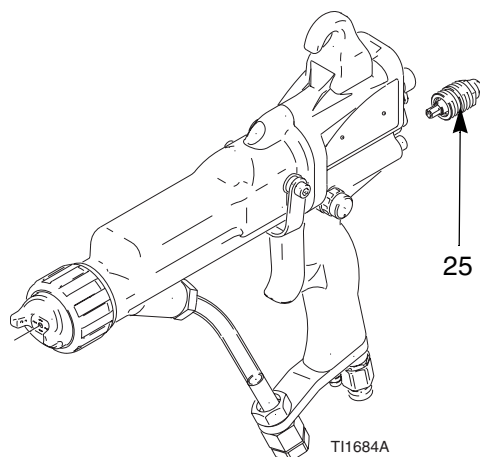

Abb. 32. Materialeinstellventil
2. Materialeinstellventil (25) ausbauen. Es kann nur als kompletter Satz ausgewechselt werden. Siehe ABB. 32.
3. Das Ventil (25) in den Pistolengriff schrauben. Mit 1,7–2,8 Nm festziehen.